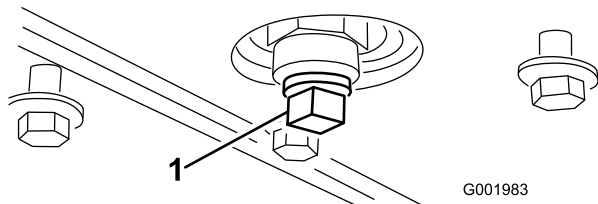

Figura 49
- Retire o tampão de escoamento (Figura 49).